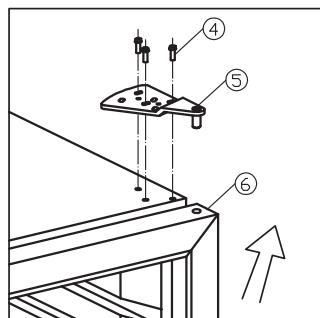
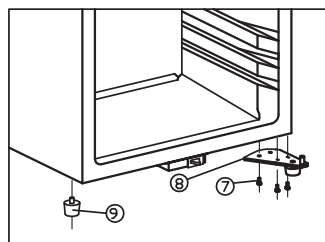

fig. 7.2
fig. 7.3
- En retenant fermement la porte, relâchez et enlevez la charnière du haut, soulevez et retirez la porte. Voir fig. 7.2
- Dévissez la charnière du bas (8)
- Retirer la longue patte du cabinet (9) du côté gauche et faites-la passer du côté droit. Voir fig. 7.3
- Installez la porte sur l'axe de la charnière du bas (8) de la même façon dont elle a été enlevée, vissez la charnière du haut sur le côté droit.